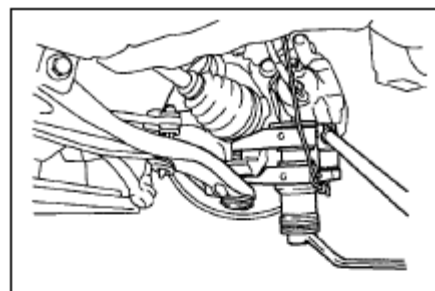

Рис.183
7. Демонтируйте левый нижний передний поперечный рычаг подвески(рис. 183)